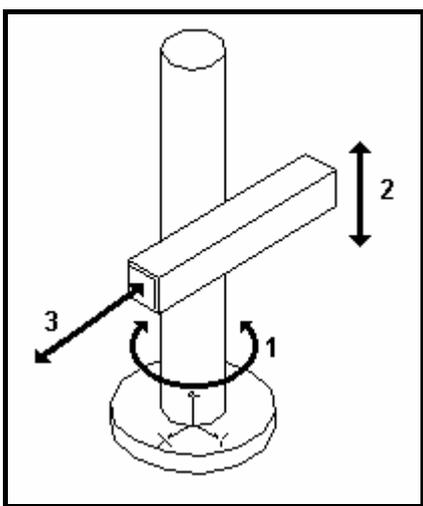

Figura 6 - Movimentação do Robô MEUROBO
Considere-se agora o segundo passo, que consiste em localizar e orientar os sistemas de eixos de cada junta. Se testarmos o robô tal como está, verificaremos que as juntas não funcionam como nós pretendemos pois todas são criadas por defeito como juntas rotacionais. Para as testar basta ir ao menu **Pendant** e aumentar e/ou diminuir os valores para cada junta (**1**, **2** e **3**). O resultado não é o esperado. É necessário pois modificar os eixos de cada junta. A primeira junta deverá ser rotacional, a segunda translacional (mover-se-á para cima e para baixo) e a terceira translacional (mover-se-á para fora e para dentro). A Figura 6 mostra o movimento pretendido deste robô.
3. Se fôr agora testado este robô no menu **Pendant** verificar-se-á que a terceira junta ainda não está correcta pois em vez do braço se mover de dentro para fora, move-se para cima e para baixo. Isto tem a ver com a orientação dos eixos coordenadas. A direcção do Z indica a direcção do movimento linear. Para se proceder a esta correcção utiliza-se a opção **Edit / Joint / Turn Axes** e orienta-se o Z na direcção do movimento do terceiro braço ou seja para fora (a afastar-se do tronco do robô, ver figura 6). (Yaw = 90).